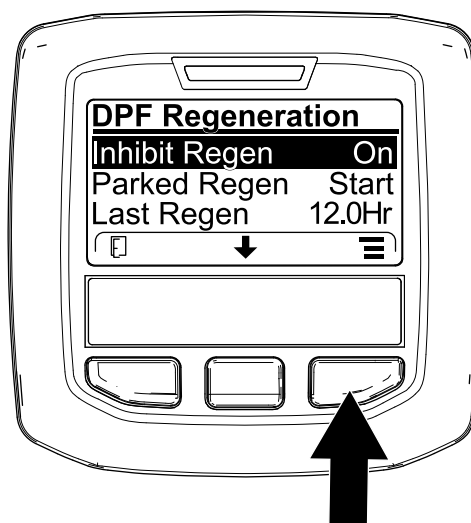
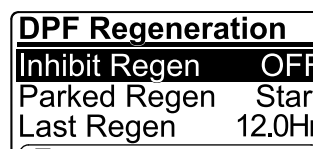

Рисунок 38
Рисунок 39
1. Перейдите в меню DPF Regeneration (Регенерация DPF), нажмите среднюю кнопку, чтобы перейти вниз к опции Inhibit Regen (ЗАПРЕТ РЕГЕНЕРАЦИИ), и нажмите правую кнопку, чтобы выбрать опцию Inhibit Regen (Запрет регенерации) (Рисунок 38).
2. Нажмите правую кнопку, чтобы изменить настройку запрета регенерации с On (Вкл.) на Off (Выкл.) (Рисунок 38) или с Off (Выкл.) на On (Вкл.) (Рисунок 39).